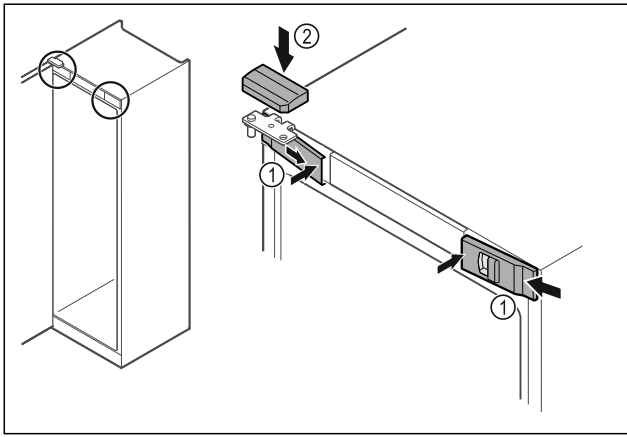

Fig. 52
- ▶ Зацепите сбоку и защелкните передние крышки Fig. 52 (1) с внутренней стороны.
- ▶ Защелкните верхнюю крышку Fig. 52 (2) сверху.